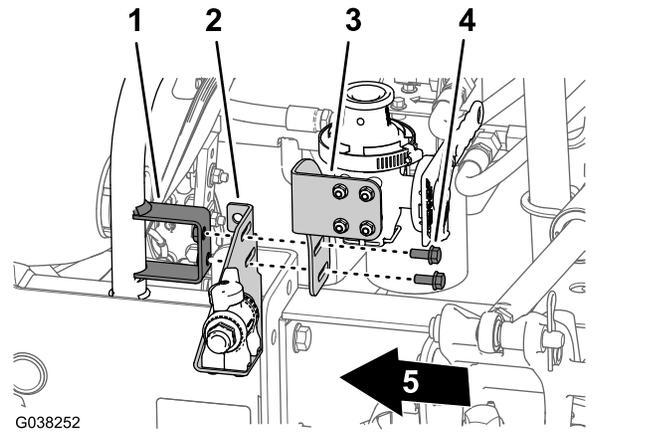

図 61
1. 攪拌スロットルブラケットのスロットとエダクタ停止バルブブラケットのスロットを、スロットルバルブブラケットの穴にあわせる 図 61。
2. 攪拌バルブブラケットとエダクタ停止ブラケットを、スロットルバルブブラケットのマウントに組み付ける 図 61 フランジヘッドボルト $\frac{5}{16} \times \frac{3}{4}$ インチ2本を使用する。